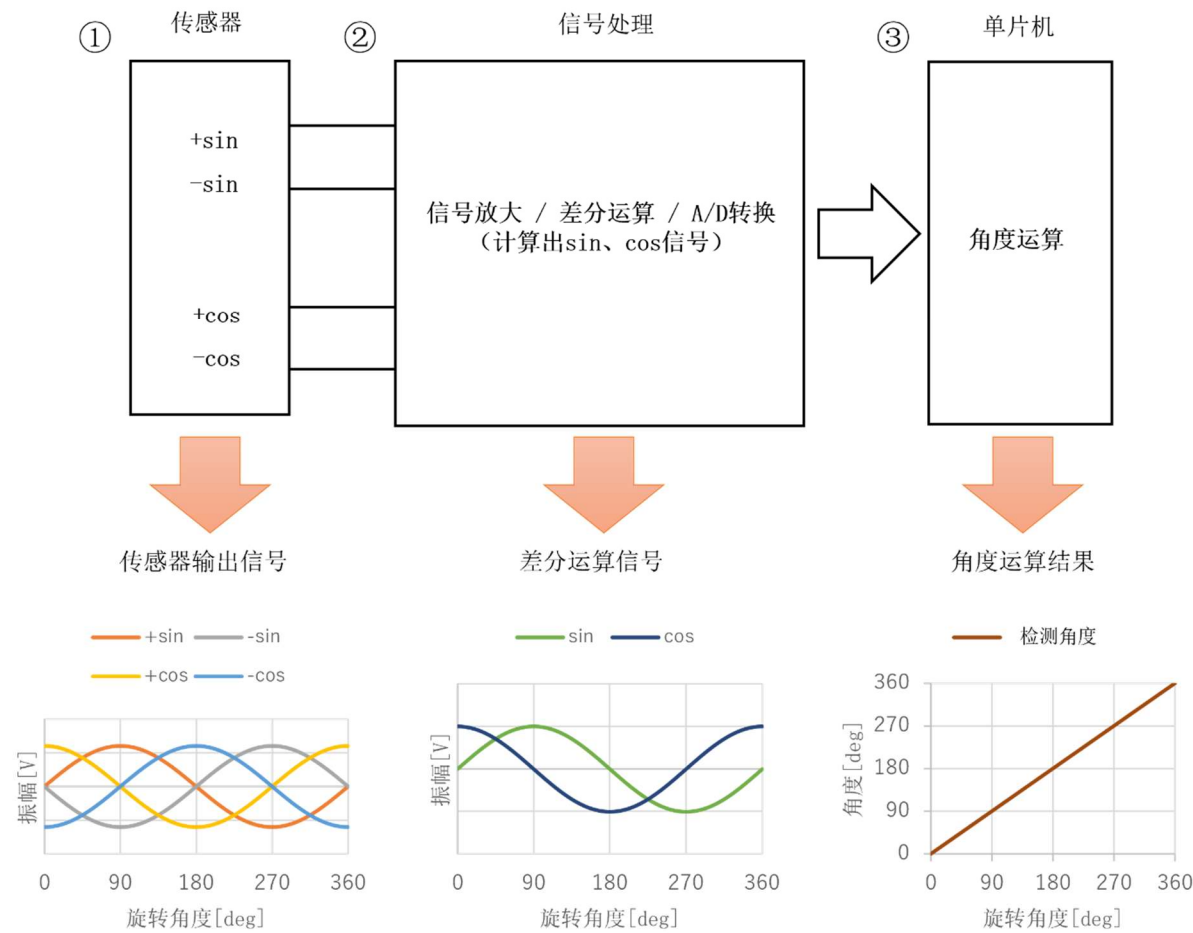

图 9 角度计算流程
磁角度传感器 (HGARPS011A) 在封装中具有四个 MR 传感器电桥，四个传感器电桥输出相位差为 90 度的两相信号。下面解释从磁性角度传感器输出的四个信号到角度采集的流程。描述中的项目编号(①~③)与图 9 所示的数字相对应。有关详细信息，请参阅“设计手册”。